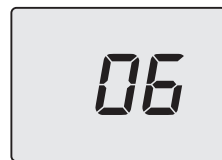

Figura 5.72
- Scorrere i vari parametri utilizzando i tasti 49 (indietro) o 51 (avanti) fino a far apparire sul display LCD le lettere **P10** che si alternano con il valore del parametro (Figura 5.72).